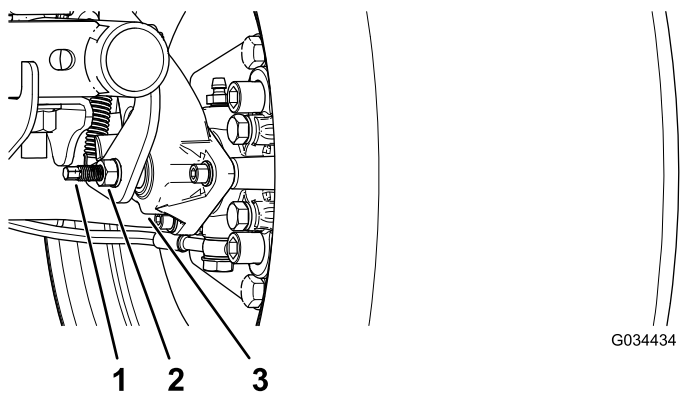

Figura 55
3. Utilizzando 2 chiavi, mantenete fermo il montante di regolazione sulla pinza con una chiave e allentate il controdamo di 1/4 di giro con l'altra chiave (Figura 55).
4. Tenendo fermo il montante di regolazione e il controdamo, girate il montante di regolazione per serrarlo (Figura 55).
5. Tenendo fermo il montante di regolazione e il controdamo, allentate di 1/4 di giro (Figura 55).
6. Tenendo fermo il montante di regolazione e il controdamo, serrate il controdamo (Figura 55).